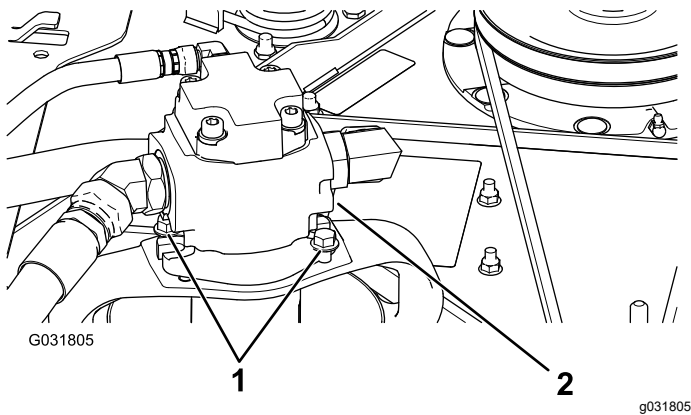

Bild 127
5. Entfernen Sie die Schrauben, mit denen der Hydraulikmotor am Mähwerk befestigt ist (Bild 127).
3. Entfernen Sie die Schrauben, mit denen der Hydraulikmotor am Mähwerk befestigt ist (**Bild 127**).